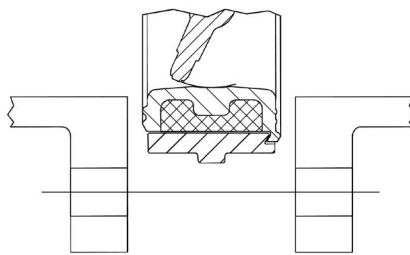

fig. 2
- Lors de l'insertion des vannes entre les brides, et lors de leur serrage ultérieur, l'obturateur à disque doit être maintenu dans une position légèrement ouverte, sans toutefois fonctionner, de sorte que le disque lui-même puisse sortir de l'écartement de la vanne (Fig. 2).